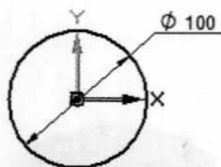
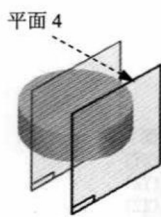
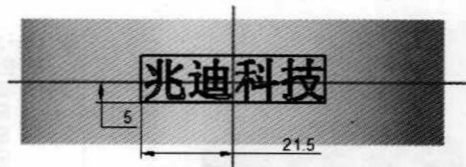

图 1.3 截面草图
图 1.4 平面 4
图 1.5 草图 1
(1) 选择命令。在 **实体** 区域中单击  按钮，选取俯视图 (XY) 平面作为草图平面，进入草绘环境。
(2) 定义特征的截面草图。绘制图 1.3 所示的截面草图，单击  按钮。
(3) 定义拉伸属性。在“拉伸”命令条中单击  按钮，确认  按钮被按下，在 **距离** 下拉列表中输入 30，并按 Enter 键。
(4) 单击“拉伸”命令条中的 **完成** 按钮，单击 **取消** 按钮，完成拉伸特征 1 的创建。
Step3. 创建图 1.4 所示的平面 4。
(1) 选择命令。在 **平面** 区域中单击  按钮，选择  平行 命令。
(2) 定义参考平面。在绘图区域选取右视图 (YZ) 平面为参考平面。
(3) 定义偏移距离与方向。在 **距离** 下拉列表中输入偏移距离值为 50，偏移方向参考图 1.4。
(4) 在绘图区域空白处单击完成平面 4 的创建。
Step4. 创建图 1.5 所示的草图 1。
(1) 选择命令, 在 **草图** 区域中单击  按钮。
(2) 定义特征的截面草图。
① 定义草图平面。选取平面 4 为草图平面, 进入草绘环境。
② 在草绘环境中绘制图 1.5 所示的文字。单击 **工具** 功能选项卡 **插入** 区域中的“文本轮廓”按钮 , 系统弹出“文本”对话框; 在 **字体(F)** 下拉列表中设置文字的字体为宋体, 文字的大小为 10.00mm; 在 **文本(T)** 文本框中输入“兆迪科技”, 单击 **确定** 按钮, 然后在图形区中单击, 完成文字的绘制。
③ 为文字添加图 1.5 所示的尺寸约束。